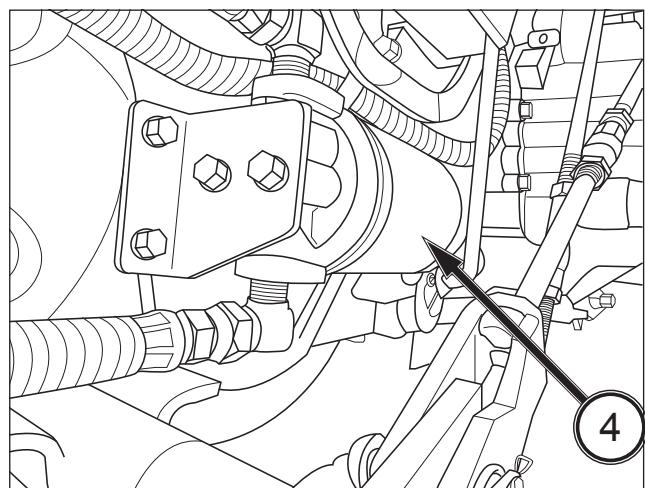

FIG. 111
FIG. 111 : pour nettoyer le filtre à huile de transmission - Remplacez toujours le filtre à huile de transmission lorsque toute l'huile a été vidangée. Dévissez avec précaution le filtre à huile (4) de sa transmission. Utilisez une clé à sangle.